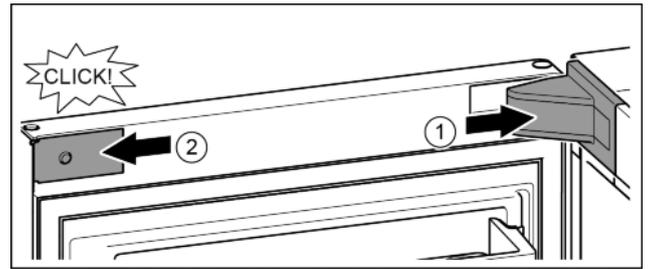

Fig. 23
- ▶ Poser le cache et l'enclencher, exercer une pression avec précaution. *Fig. 23 (1)*
- ▶ Mettre en place le cache latéralement et l'enclencher. *Fig. 23 (2)*